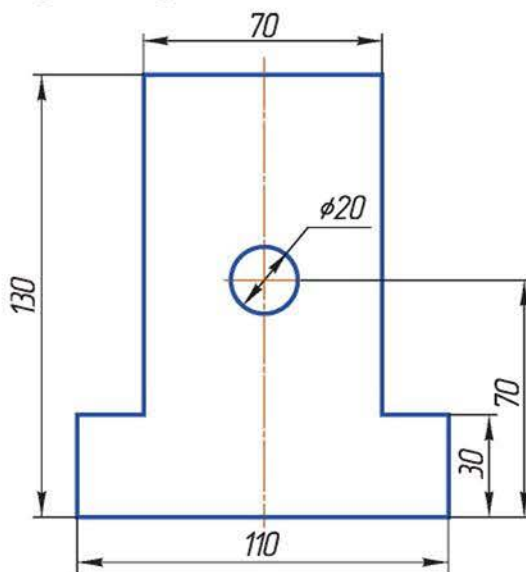

Рисунок 3.7 Эскиз детали
2. По эскизу выполните контур детали (рисунок 3.7) на поле чертежа и нанесите размеры. Сохраните чертёж.
3. Поэкспериментируйте на чертеже (рисунок 3.7), заменив стрелки на засечки. Измените формат и масштаб документа.